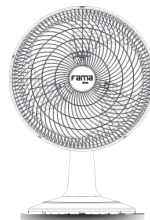

Figura 10
10. Encaixar a grade frontal na grade traseira introduzindo as linguetas nos respectivos alojamentos da grade traseira e observando que o logotipo Fama deve ficar na horizontal (**ver figura 10**).